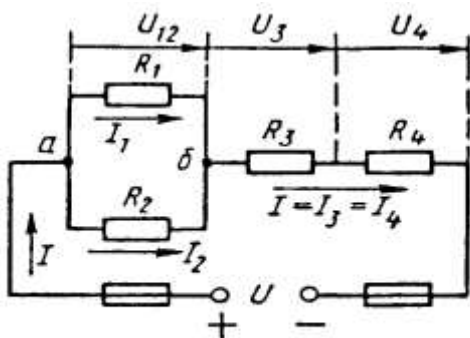

Рис. 1
Условие задачи. Цепь постоянного тока со смешанным соединением состоит из четырех резистором. Заданы схема цепи (рис. 1), значения сопротивлений резисторов:
2) обозначим токи I_1, I_2, I_3, I_4 на (рис. 1) стрелками и определим их значения из формулы мощности:
Математическая запись для узла б схемы цепи рисунок 1:
В замкнутом контуре (рис. 1) приложенное напряжение U (аналогично ЭДС при внутреннем сопротивлении источника тока, равном нулю) и падения напряжения